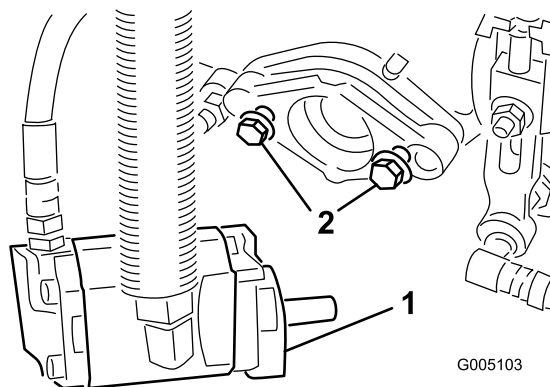

Figure 10
6. Veillez à laisser dépasser environ 13 mm de filetage sur chaque boulon de fixation de moteur d'entraînement de cylindre (Figure 10).
8. **Resserrez les boulons de fixation** (Figure 10).